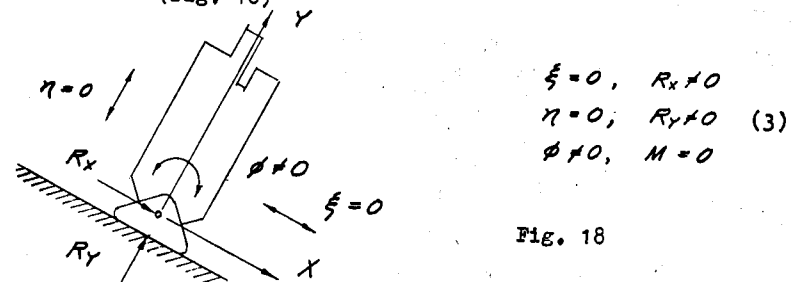

Fig. 18
2.- Apoyo fijo del tipo de articulación o rótula. (fig. 18)